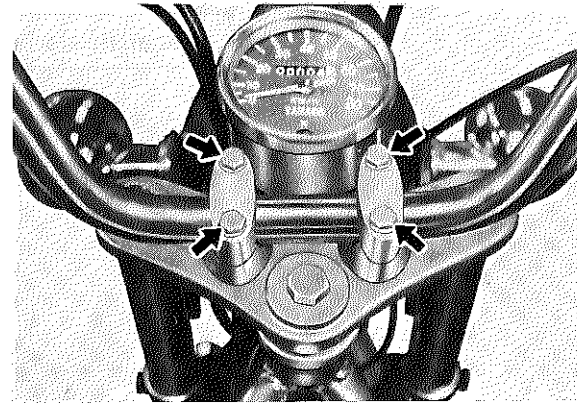

Fig. 5-7-2
6. Remove handlebars and put aside. (Fig. 5-7-2)
6. Enlever le guidon et le mettre de côté (Fig. 5-7-2).
6. Lenkstange abnehmen und zur Seite legen. (Fig. 5-7-2)